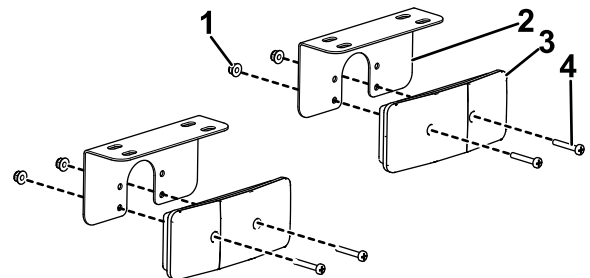

Figura 5
1. Instale las luces de los frenos en los soportes de las luces de frenos con 2 tornillos Phillips (n.º 10 x 1¼") y 2 contratueras (n.º 10) en cada uno. Consulte Figura 5 para conocer la orientación correcta.